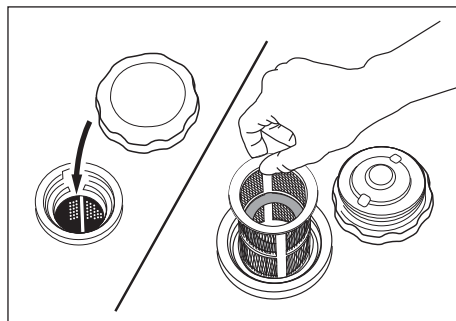

Рис. 14
1. Снимите пластмассовый фильтр, расположенный под крышкой горловины топливного бака (рис. 14).